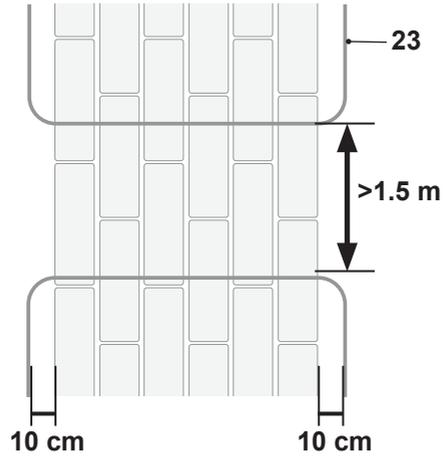

Fig. 15
- Si deux zones herbeuses séparées par un chemin (hauteur < 2 cm) doivent être rejointes, sélectionnez la zone la plus basse et la plus souple pour faire passer la tondeuse robot. Laissez une distance > 1,5 m entre « l'entrée et la sortie » du câble périphérique de la zone séparée (Fig. 15). Essayez de maintenir le câble périphérique tendu et coincé entre les joints du pavage pour réduire le risque de trébuchement.